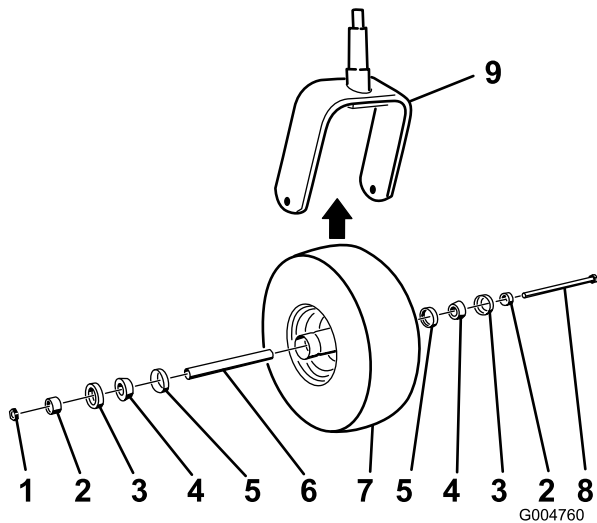

図 50
2. キャスタホイール・アセンブリをキャストフォークに保持しているボルトからロックナットを外す（図 50）。
5. コーンベアリングにグリスをパックし、ベアリングとシールをホイールハブに入れ、図 50 に示すようにキャスタホイールを組み付ける。